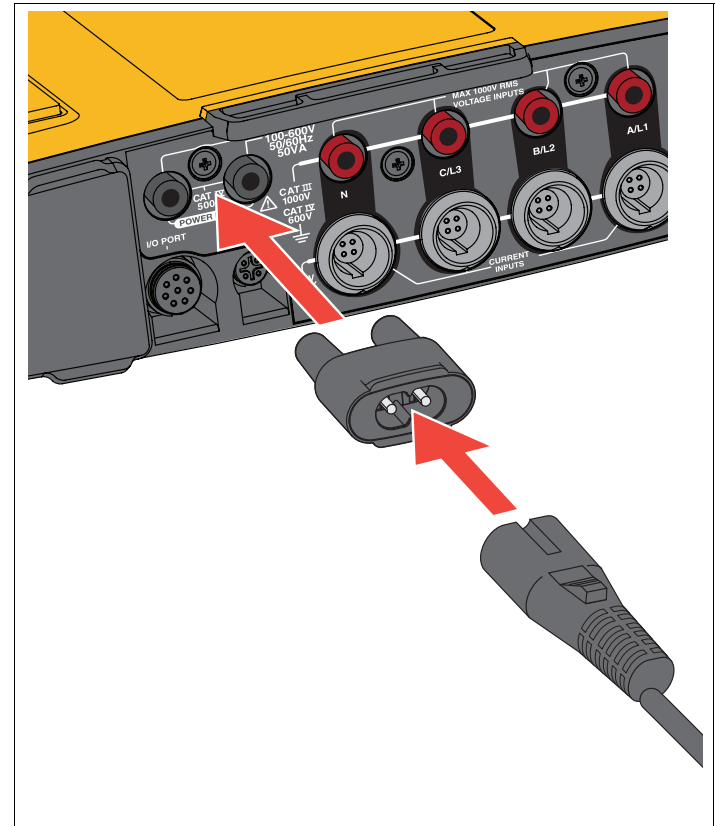

Figure 5. Alimentation
1. Fixez l'adaptateur secteur MA-C8 pour les deux entrées d'alimentation du Logger. Voir la Figure 5.